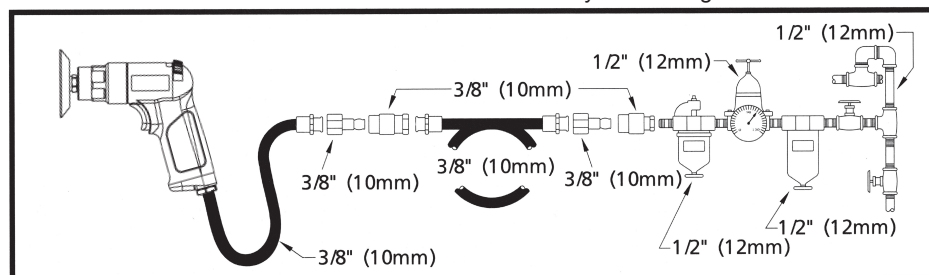

Figure 2 - Configuration recommandée de la conduite d'alimentation en air
1. Cet outil doit être alimenté en air pur et sec à une pression de 620 kPa. Une pression plus élevée entraînerait une usure nettement plus rapide. Reliez l'outil à la ligne d'air en utilisant la conduite, le tuyau et les raccords dans les dimensions indiquées dans Figure 2.
N'utilisez jamais d'attaches rapides sur l'outil. Reportez-vous Figure 2 d'installation.